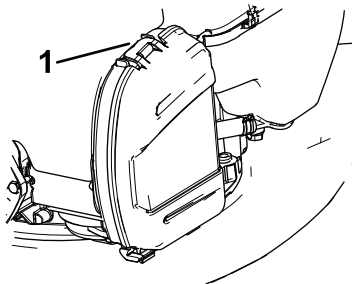

Figure 16
1. Tirez la languette pour ouvrir le couvercle du filtre à air (Figure 16).